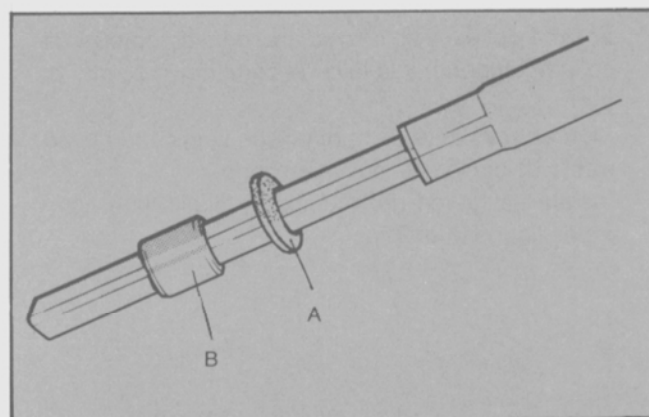

Fig. 26 - Componentes del extremo inferior de la columna de la dirección.
- Sujetar la sección triangular del eje de la dirección en la morsa de banco. Extraer el sello inferior y la arandela especial (Fig. 26).